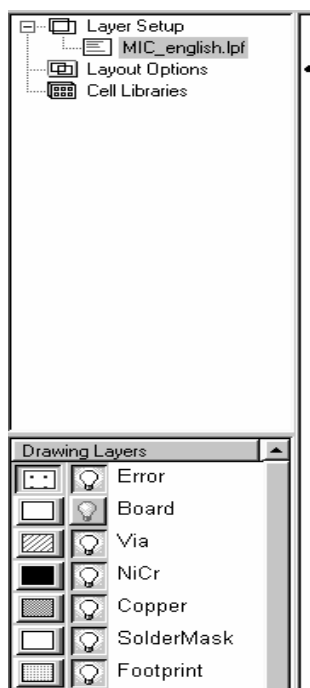

Рис. 5.1
4. Выделите файл **MIC\_english.lpf** и нажмите **Открыть**. Окно менеджера топологии будет выглядеть, как показано на рис. 5.1.